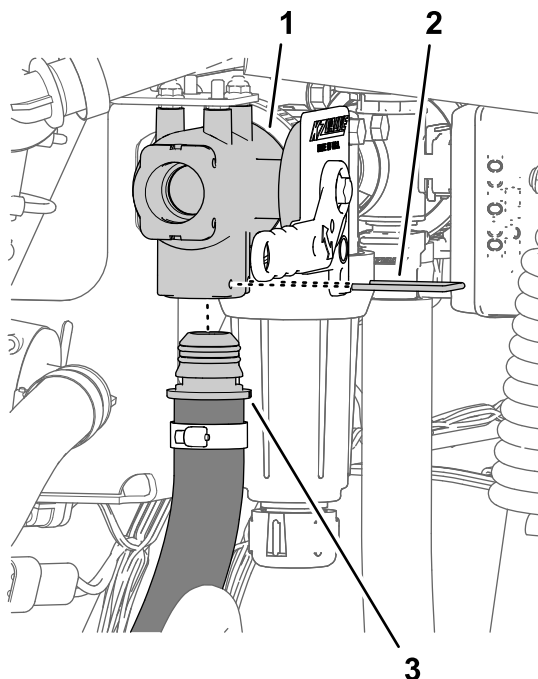

Figura 11
3. Alinee el acoplamiento dentado recto de la manguera de presión con el orificio inferior de la válvula del eyector, e inserte el acoplamiento recto hasta que quede asentado (Figura 11).